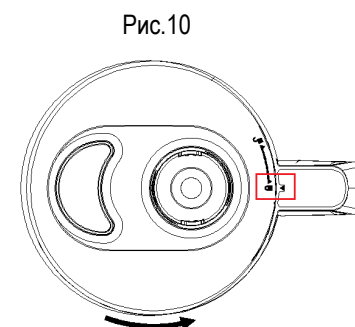

Рис.10
- Закройте чашу крышкой (14), совместив значок разблокировки со стрелкой на чаше, затем поверните крышку против часовой стрелки до щелчка. Значок блокировки должен соответствовать стрелке на чаше (Рис.10.)